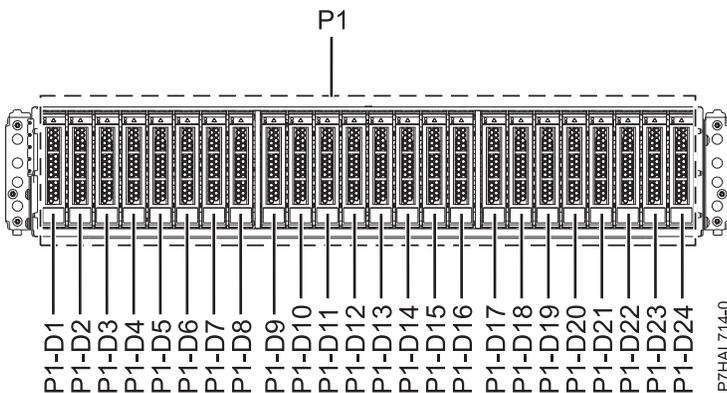
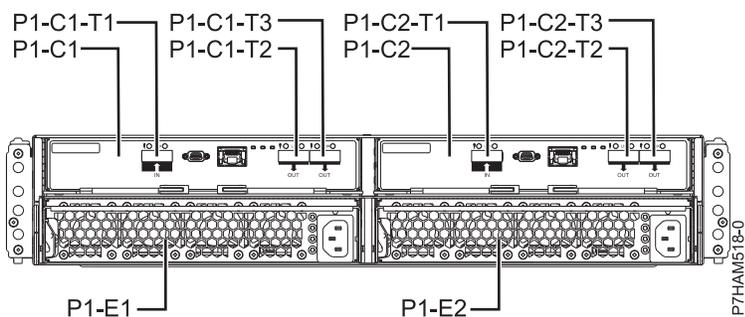

Figure 15. Vue avant du boîtier d'unité de disque 5887 illustrant les emplacements des unités de disque
Figure 16. Vue arrière du boîtier d'unité de disque 5887
1. Identifiez le composant et le boîtier sur lesquels vous souhaitez intervenir. Les emplacements des unités de disque et des unités SSD sont situés à l'avant du boîtier. La figure 15 et la figure 16, à la page 17 illustrent les vues avant et arrière du boîtier ainsi que les emplacements des unités de disque dans le boîtier.